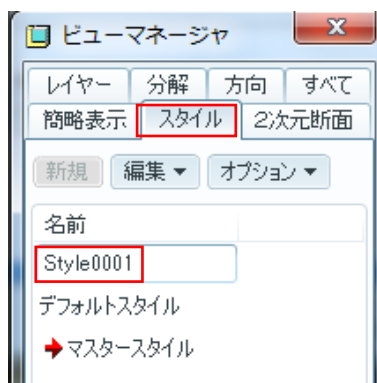

図 9-23 新しいスタイル ファイル
- 「軸表示」 ツールを ON する。メニューバーより「ビュー」⇒「ビューマネージャー」⇒「スタイル」をクリックして「新規」を選んでデフォルトの名前:「Style0001」を確認して「Enter」キーを押すと (図 9-23)。自動的にファイル名前が得られる。